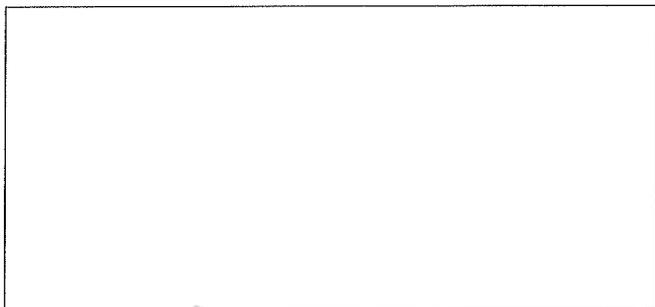
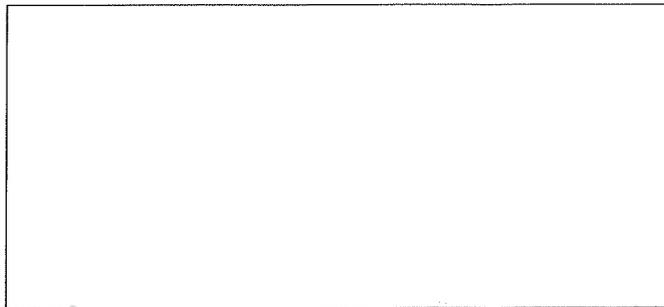

Рис. 50.
Рис. 51.
4. Установите кронштейны на опорные площадки кареток и вставьте в отверстия опорных площадок кареток болты крепления, как показано на Рис. 50. После завершения операции установочные отверстия для штифтов на кронштейнах должны совпадать с посадочными местами этих штифтов. Затяните болты крепления, зафиксировав их соответствующими гайками (Рис. 51).